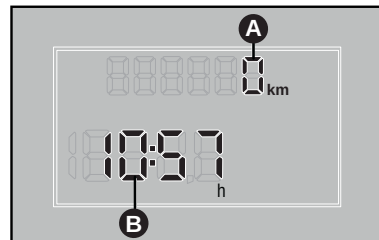

fig. 34
- Cuentakilómetros total (**A-fig. 34**).
- Reloj (**B-fig. 34**).